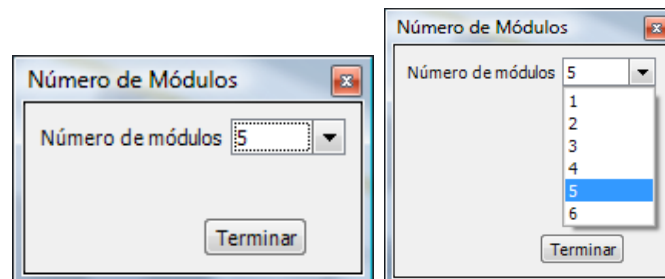

Figura 56 (número de módulos)
- Pinchando en el botón **Número de módulos** se selecciona el número de módulo que va a tener el armario, uno, dos, tres, cuatro, cinco o seis, mediante una lista desplegable. Cuando se selecciona el número deseado, se pincha en el botón **terminar**. En la siguiente figura 56 se ve la ventana de número de módulos y la lista desplegable.